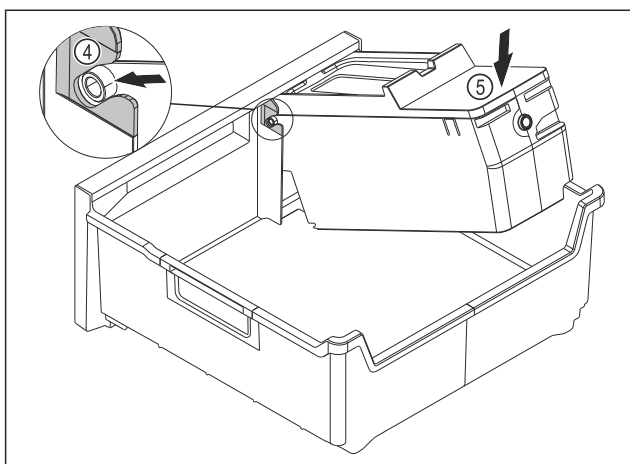

Fig. 148
- ▶ Встановіть корпус EasyTwist-Ice: Вставте осі корпусу EasyTwist-Ice в напрямні Fig. 148 (4).
- ▶ Натисніть на корпус EasyTwist-Ice Fig. 148 (5) ззаду вниз.